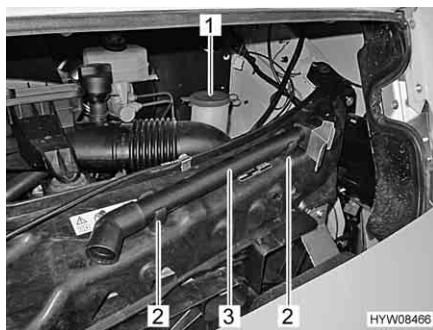
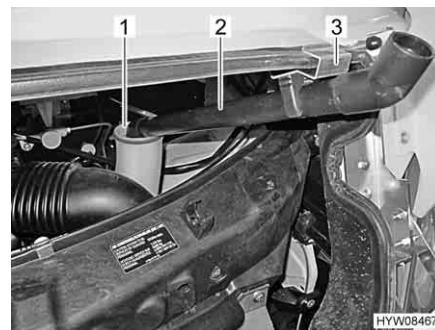

Fig. 29 Bocchettone di riempimento ( contenitore dell'acqua di lavaggio )
Fig. 30 Bocchettone di riempimento con prolunga
- Rimuovere il coperchio (Fig. 29,1) del bocchettone di riempimento del contenitore dell'acqua di lavaggio.
- Tirare la prolunga (Fig. 29,3) verso l'alto per estrarla dai due supporti (Fig. 29,2).
- Infilare l'estremità sottile della prolunga (Fig. 30,2) nel bocchettone di riempimento (Fig. 30,1) e agganciarla con il supporto (Fig. 30,3) nella mascherina anteriore (Fig. 30).
- Rimuovere la prolunga (Fig. 30,2) e spingerla dall'alto fino ad inserirla nei due supporti (Fig. 29,2) (Fig. 29).
- Premere il coperchio (Fig. 29,1) sul bocchettone di riempimento del contenitore dell'acqua di lavaggio.